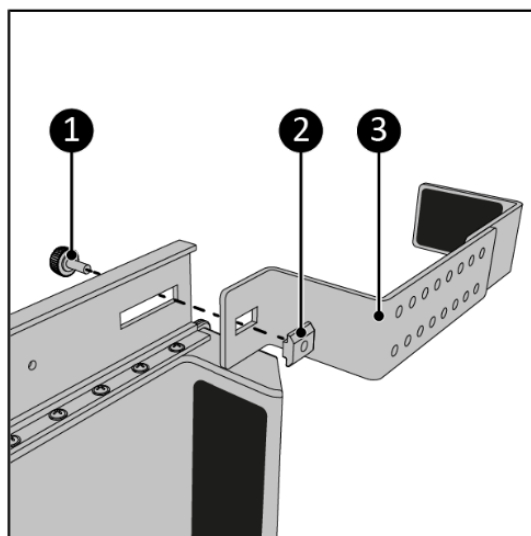

Figura 43.
6. Înșurubați piulița de glisare(7)(Imagine 43, articolul 2) la șina principală în poziția față (Figura 43, articolul 3). Asigurați-vă că șurubul cu aripă (Figura 43, articolul 1) este atașat la piulița culisantă.